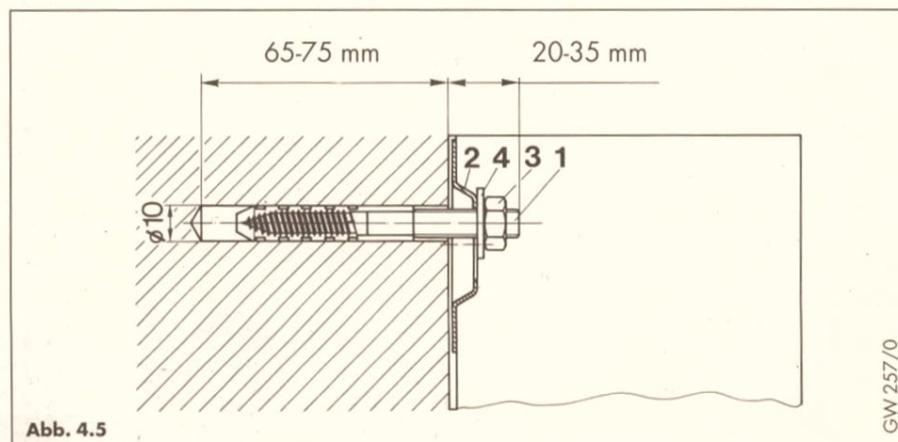

Abb. 4.5
#### 4.2.3 Aufhängung mit Stockschrauben (Empfohlen bei unebenen Wänden, siehe Abb. 4.5)
- Stockschrauben (1) gemäß Abb. 4.5 befestigen.
- Gerät mit rückseitiger Quertraverse (2) auf die Stockschrauben aufhängen und mit Muttern und U-Scheiben befestigen.
#### Legende zu Abb. 4.5